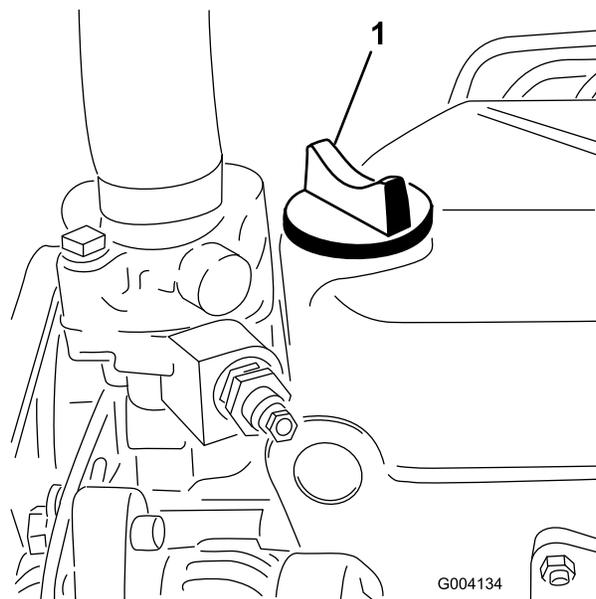

図 52
5. FULL マークまでない場合は、キャップ(図 52)を取り、FULLマークまでオイルを補給する。